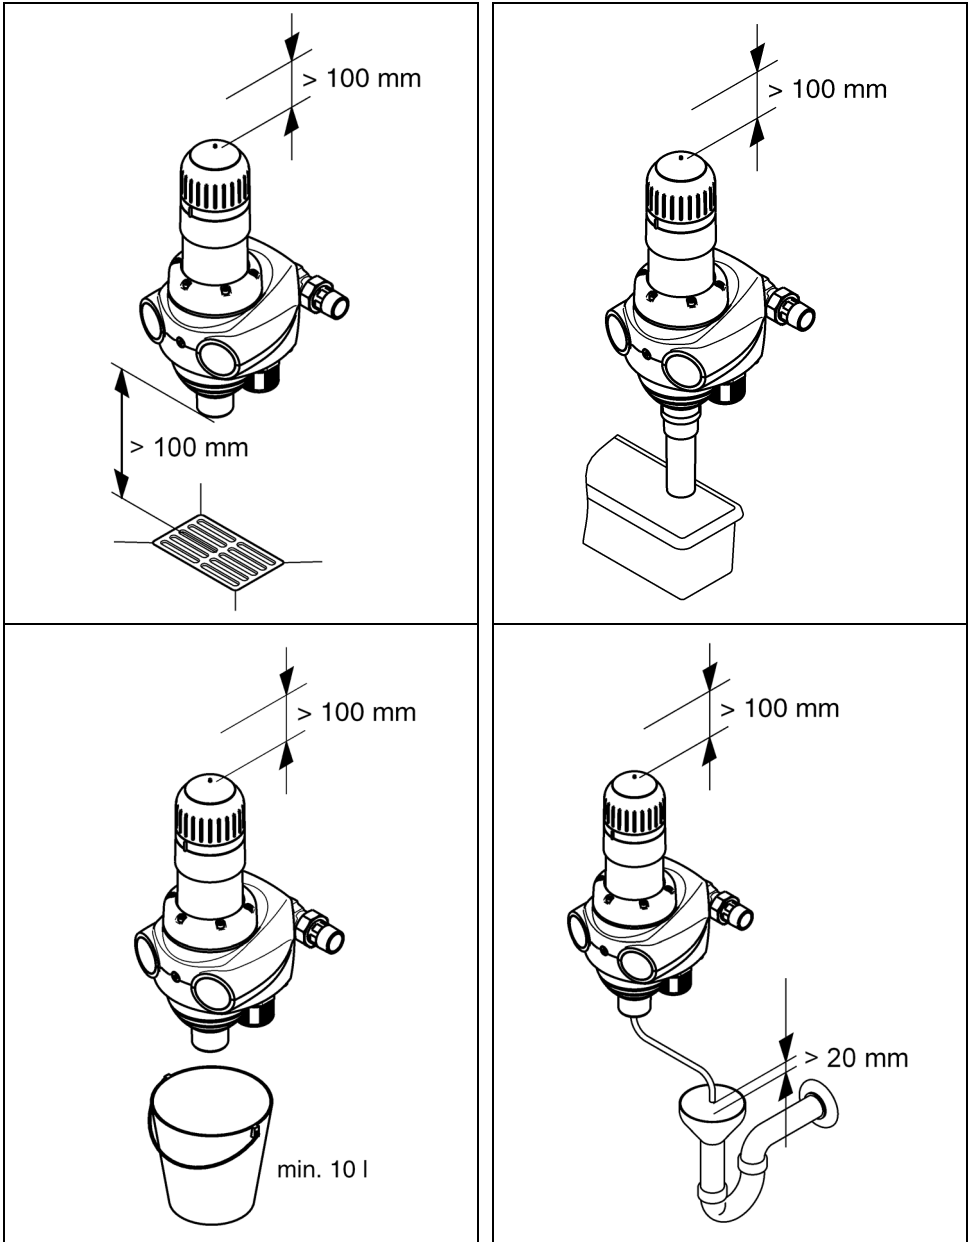

Abb. 5: Ableitungsmöglichkeiten für das Rückspülwasser
Für das Rückspülwasser muss ein ausreichend dimensionierter Abwasseranschluss (z. B. Bodenablauf) nach DIN 1986 vorhanden sein. Falls kein Abwasseranschluss vorliegt kann ein Eimer mit entsprechender Größe verwendet werden (siehe Abb. 5).
- Wenn der Eimer zur Hälfte gefüllt ist, muss der Rückspülvorgang beendet werden. Andernfalls besteht die Möglichkeit, dass der Eimer überläuft. Deshalb muss der Eimer ausreichend dimensioniert sein und die Rückspülung sollte zügig durchgeführt werden (siehe Abb. 5).